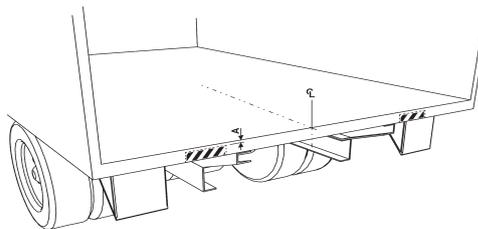

Imagen 17. Medir y marcar el punto central en la barra trasera del automóvil
2. Comprobar la medida A, si es necesario hacer cavidades en la barra trasera. Véase la marca en la Imagen 17.